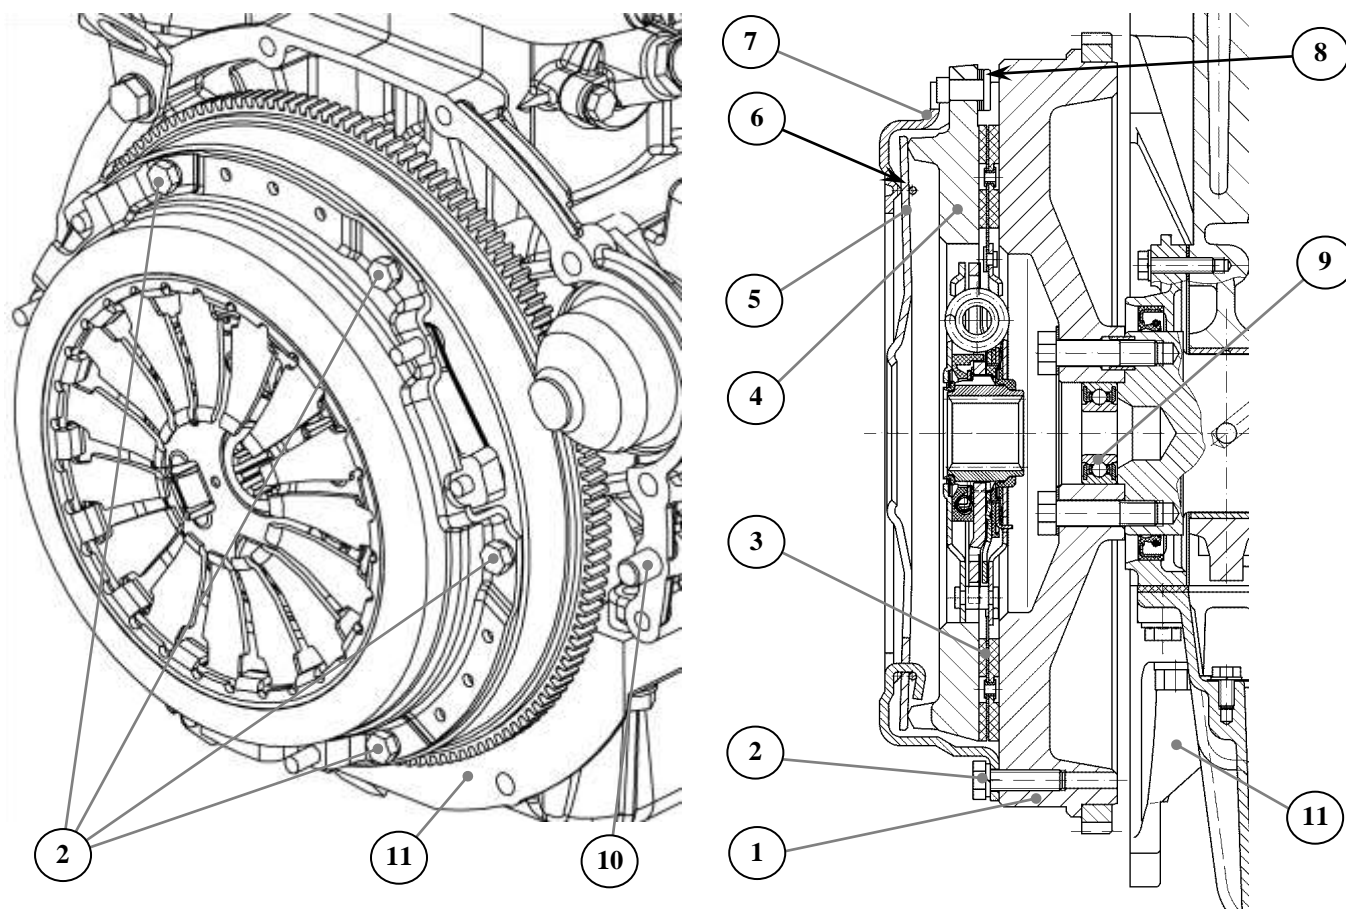
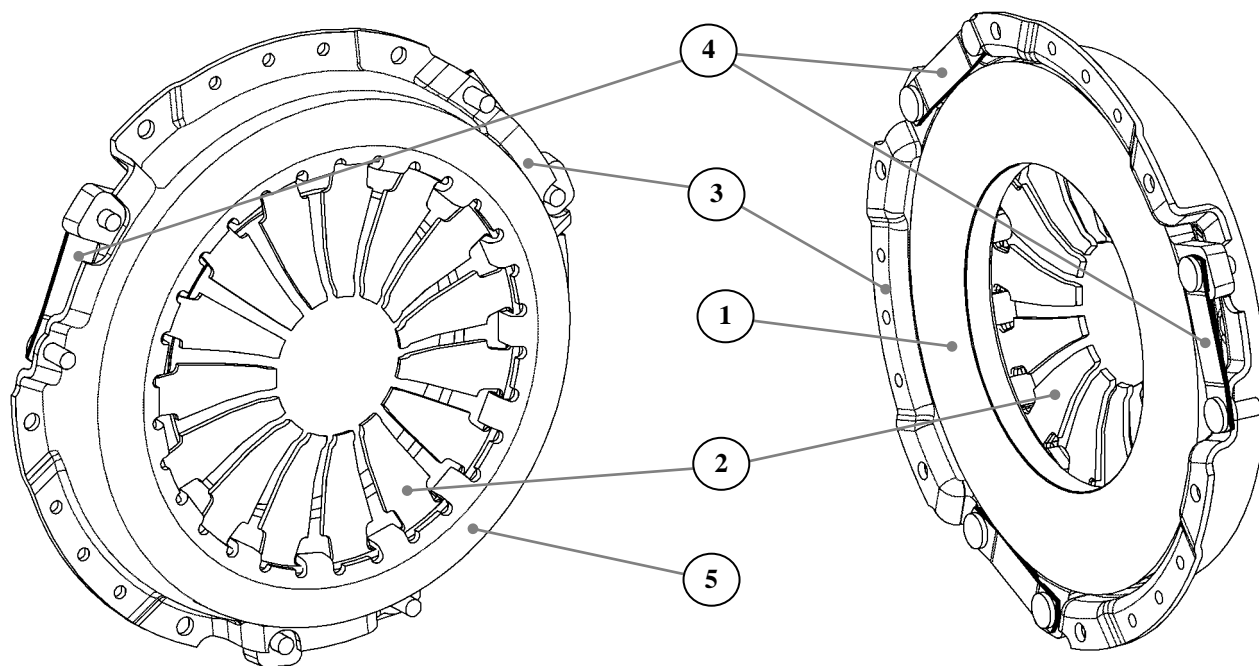

Рис.79. Сцепление в сборе:
Рис. 80. Нажимной диск сцепления. Общий вид.
Сцепление (рис. 79) - сухое, однодисковое, с диафрагменной нажимной пружиной, состоит из нажимного и ведомого дисков.
**Нажимной диск в сборе** (рис. 79 и рис. 80) состоит из кожуха, диафрагменной нажимной пружины, нажимного диска и пластинчатых пружин.